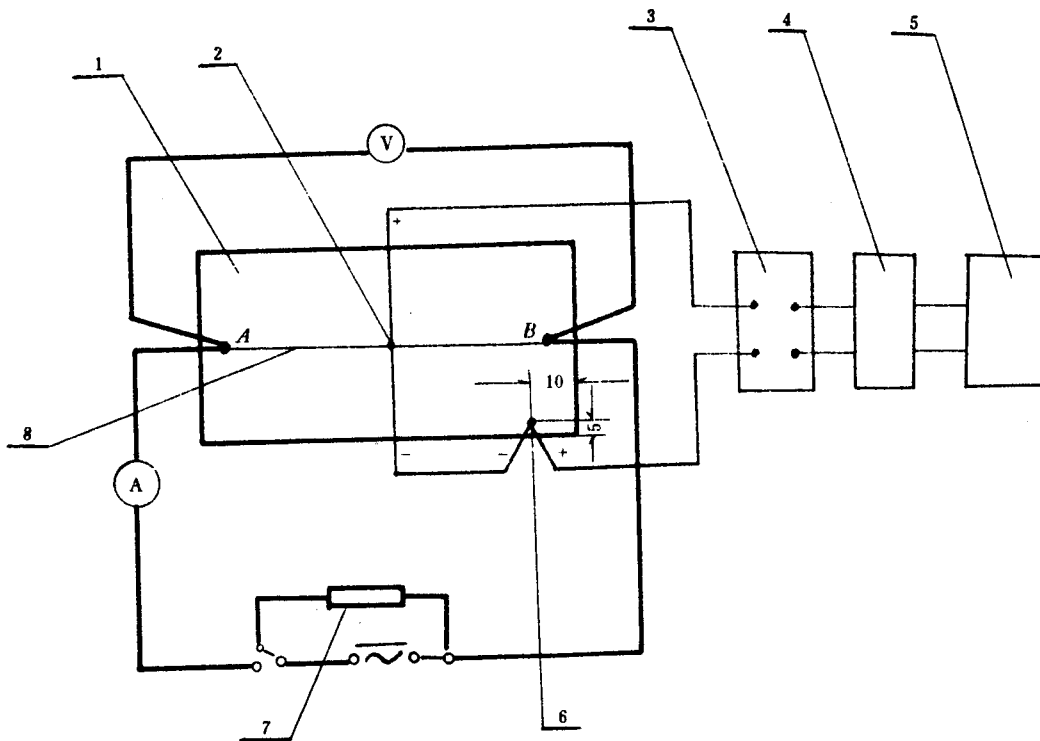

图 2 示差电路的测量线路示意图
3.3.3 焊接在热线中点的热电偶1（pt-ptRh₁₀）与参比热电偶2（pt-ptRh₁₀）反接，以监测炉温与试样温度的平衡程度和测量热线温度的变化。其冷端接至补偿器或放入冰瓶，如图2所示。